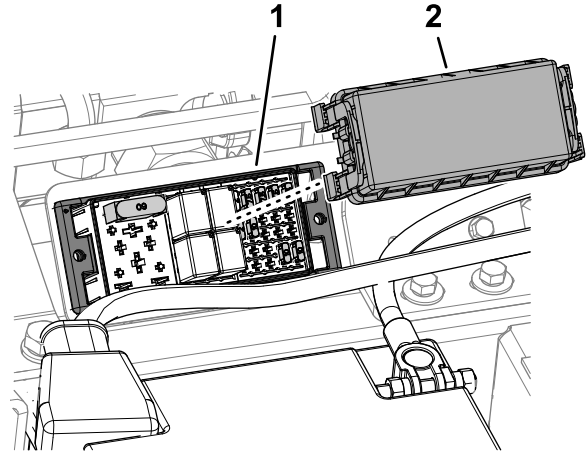

Bild 61
2. Entfernen Sie die Sicherungskastenabdeckung (Bild 61)
5. Installieren Sie die Sicherungskastenabdeckung (Bild 61).